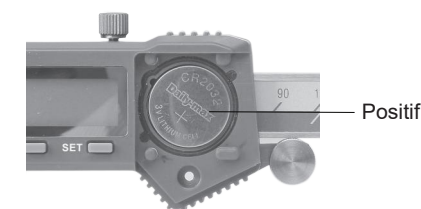

fig.2
--- Placer la pile CR2032 dans le logement de la pile, le côté positif de la pile (+) doit être orienté vers l'extérieur (fig.2).